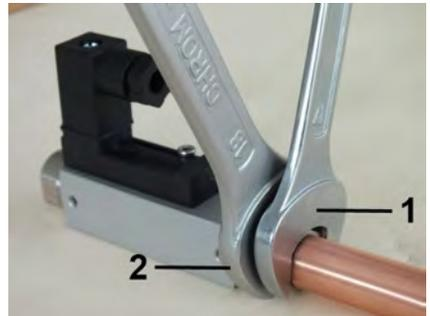

Abb. 11: Gerät einschrauben
2. Mit passendem Maulschlüssel (Abb. 11/1) die Übergangverschraubung der Rohrleitung eindrehen. Dabei die Geräteverschraubung mit einem passenden Maulschlüssel (Abb. 11/2) gegenhalten